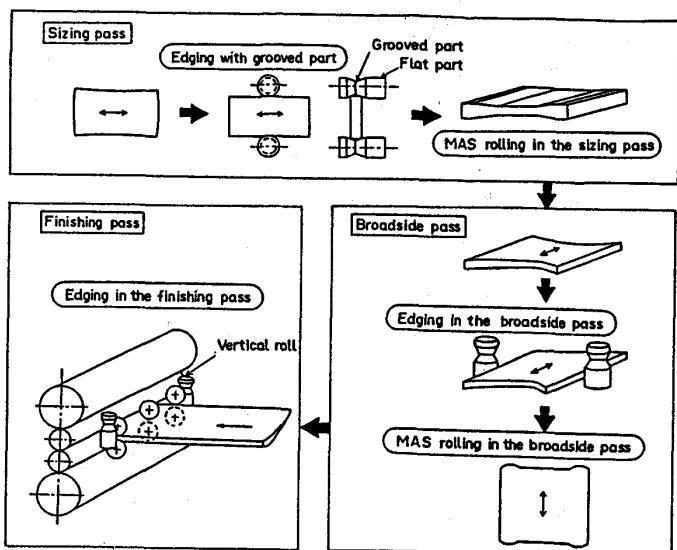

Fig.1 Rolling schedule of TFP
- (1) Fig.1に圧下パターンを示す。圧下スケジュールは、水平ミルと同様、圧下スケジュール計算により決定される。
- (2) 幅出し圧延で発生する端部折れ込みを防止するため、成形圧延で面取りエッジングを行う。
- (3) 幅出し中エッジングは、成形MASとの組み合わせで、幅形状の直線化を図るものであり、そのエッジングパターンは、平面形状の予測モデルより決定される。
- (4) 狹い幅精度確保、幅形状の直線化、端部の直角化のために、仕上圧延でエッジングを行う。